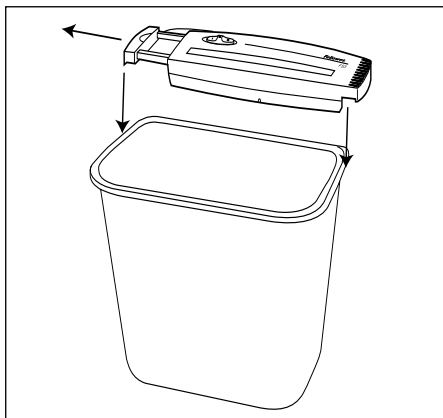

Figure 1
1. Positionner la tête de déchiquetage sur la corbeille. Étendre le bras réglable pour l'ajuster à la largeur de la corbeille, comme montré à la Figure 1.